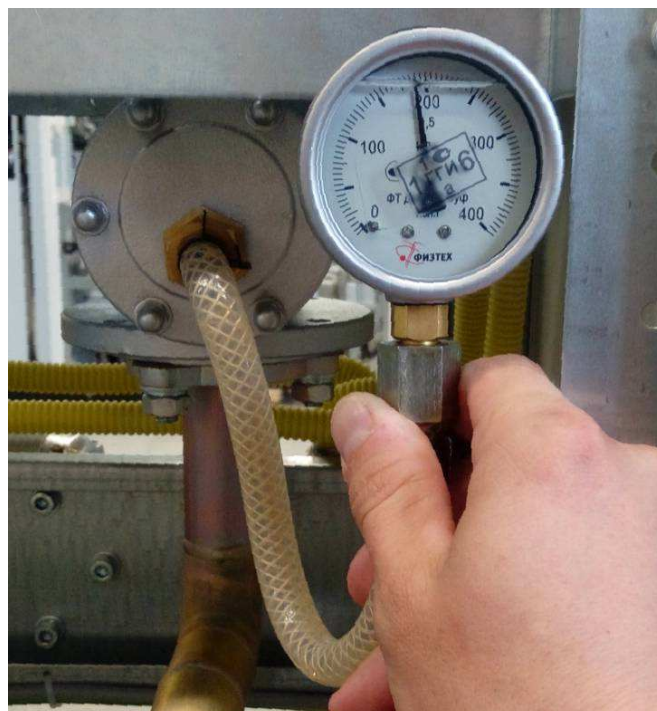

Рисунок 3
4.1. Подсоединить манометр (2) к сливному штуцеру крышки блока фильтра (см. рисунок 3). При отсутствии штуцера соединить элементы поз. №2, 3, 6 и установить взамен штатной крышки.